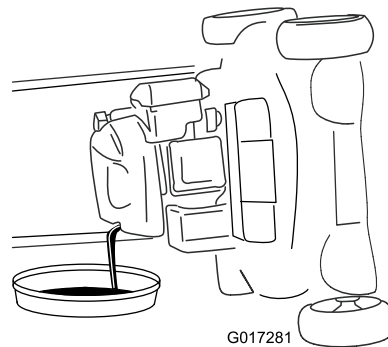

**Рисунок 30**
3. Извлеките масломерный щуп, повернув крышку против часовой стрелки и вытянув его (Рисунок 30).
10. Определите уровень масла по отметкам на щупе (Рисунок 30).